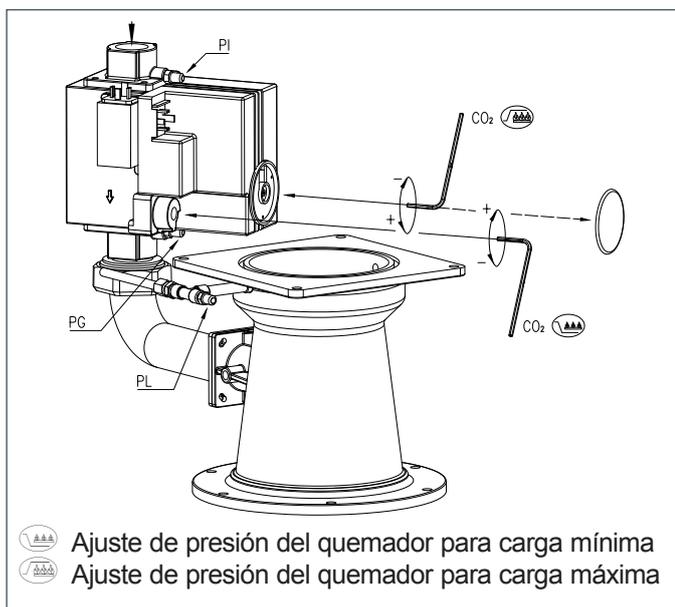

fig. 22 Puntos de ajuste del multibloque de válvulas de gas
11. Comprobar la presión de entrada de gas PI (ver fig. 22).
- PL del venturi (ver fig. 22), verificando que las conexiones sean herméticas para el gas.
- 17.d Comprobar el porcentaje de CO_2 (porcentaje de O_2) en comparación con la tabla 11. Si los valores superan las tolerancias dadas, ajustar según la fig. 22. Comprobar la llama a través de la mirilla de inspección, la llama no debe apagarse.
- 17.g Comprobar el porcentaje de CO_2 (porcentaje de O_2) en comparación con la tabla 11. Si los valores superan las tolerancias dadas, ajustar según la fig. 22. Comprobar la llama a través de la mirilla de inspección, la llama no debe apagarse.